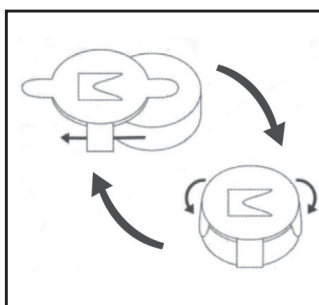

fig. 3
3. Sostituzione delle batterie: Rimuovere il contatore (g) dalla sua posizione originaria con l'ausilio degli incavi attorno al contatore. Raggiungerete così il vano batterie e sarà possibile sostituire le batterie senza usare alcun tipo di strumento (vedi fig. 3).